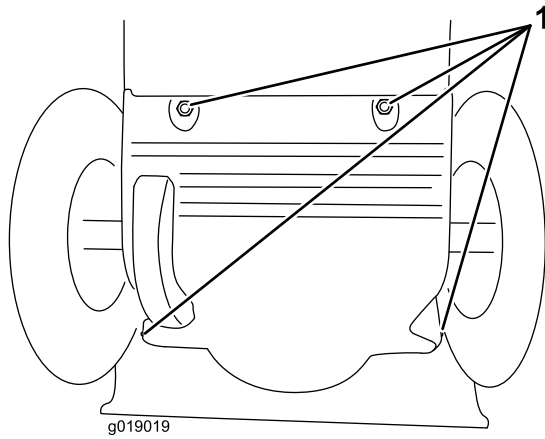

Bild 34
- Entfernen Sie die hintere Abdeckung (Bild 34).